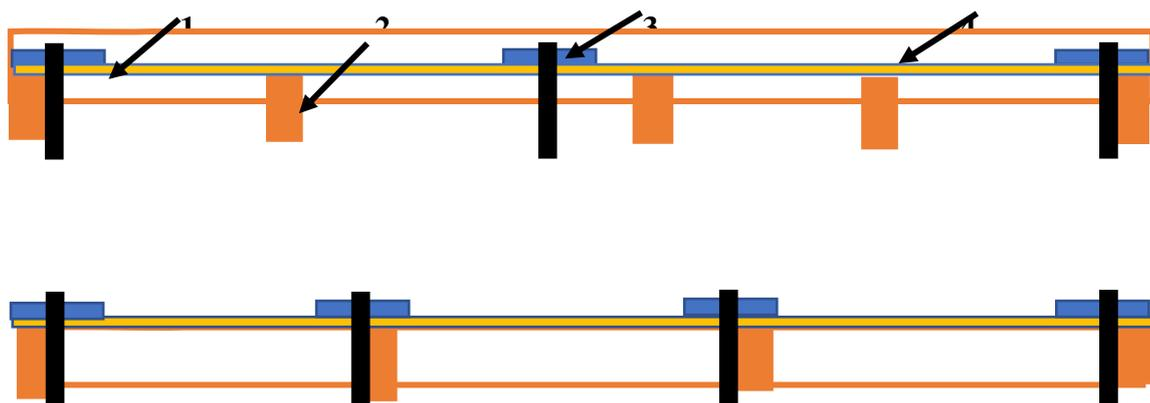

Рис. 8.
- При упаковке и стяжке поддона с готовой продукцией необходимо соблюдать следующее правило: если используется поддон с четырьмя поперечными балками, то стяжку необходимо делать по четырем балкам. Если используется поддон с пятью поперечными балками, то стяжку необходимо делать по трем балкам (см. рис. 8).